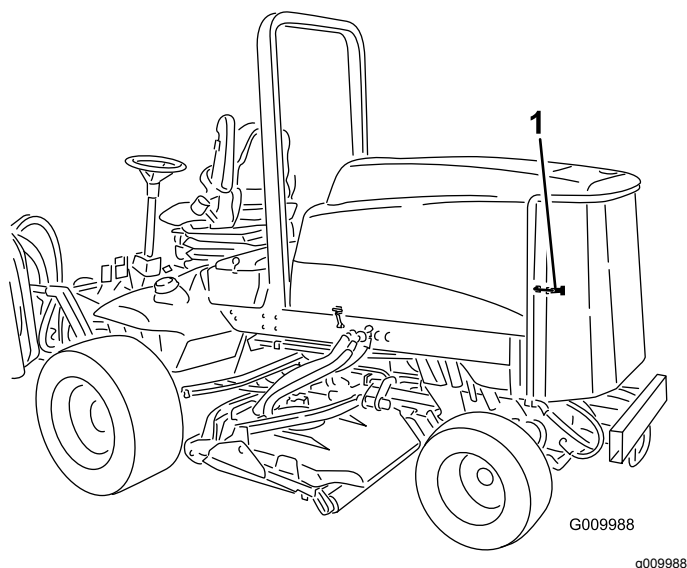

図 78
1. 後部スクリーンのラッチを外してスクリーンを開く図 78。